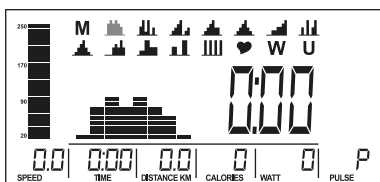
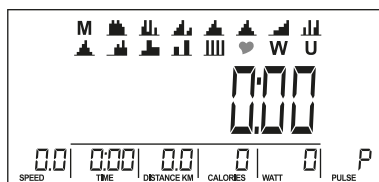
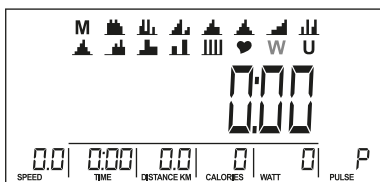
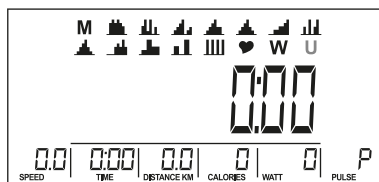

Рис. 5
Рис. 6
Рис. 7
Рис. 8
Використовуйте регулятор для вибери́ть режим тренувань: M (Manual) (Рис. 4) → P (Program 1-12) (Рис. 5) → ♥ (HRC) (Рис. 6) → W (WATTS) (Рис. 7) → U (User) (Рис. 8), натисніть. MODE, щоб перейти у вибраний режим.
1. За допомогою регулятора виберіть готовий режим програми, виберіть P01 (Рис. 5), P02, P03, ..., P12. Для підтвердження вибору натисніть MODE / ENTER.